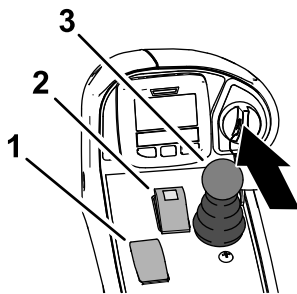

Figura 55
2. Asigurați-vă că comutatorul prizei de putere este în poziția DEZACTIVAT (Figura 55).